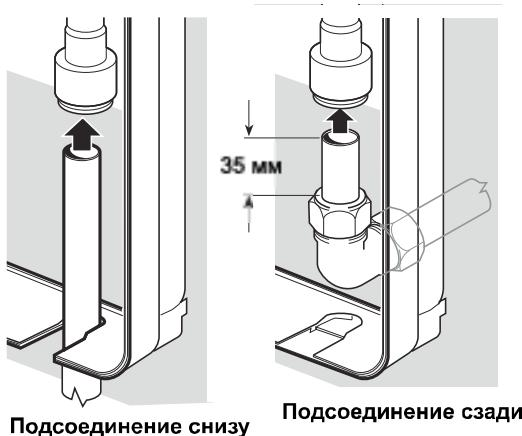

Рис. 11 Подсоединение трубы
6.9 Водонагреватель может быть подсоединен к трубе холодного водоснабжения диаметром 15 мм при помощи цангового фитинга (см рис. 11).
6.17 Подсоедините трубу холодного водоснабжения к точке входа холодной воды в водонагреватель (цанговое соединение, см рис. 11).